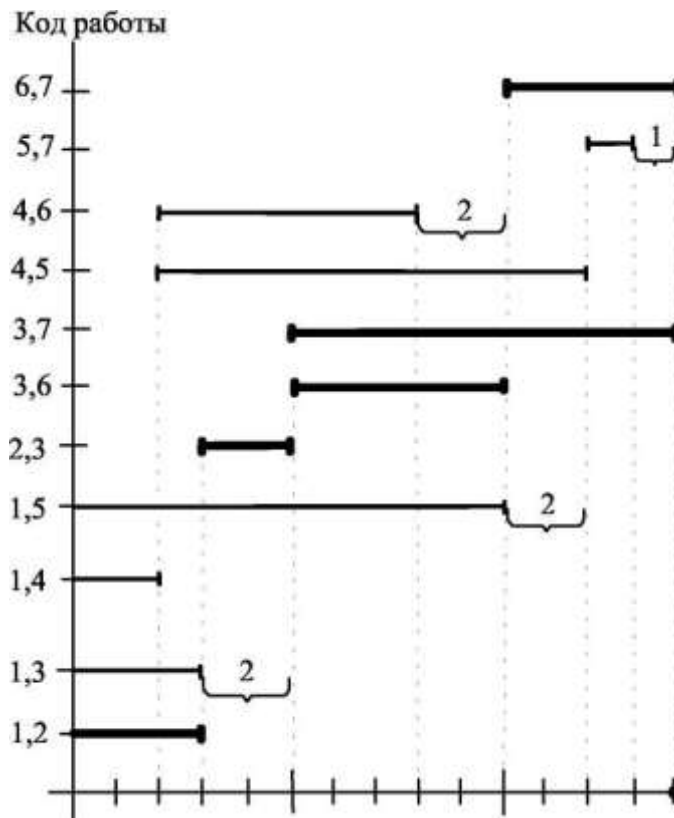

Рис. 19. График привязки
1) Построим график привязки (рис. 19).
2) Начнем поиск критических путей (справа налево) с работ, завершающих проект. На графике привязки (см. рис. 19) две работы (6, 7) и (3, 7), которые заканчиваются позже остальных в завершающем событии № 7. Записываем работы, определенные как критические справа налево.
1) Работа (5, 7), согласно графику привязки (см. рис. 19) заканчивается в 13-й день, а завершающее событие 7 сети, в которое она входит, наступает лишь в 14-й день. То есть, если работа (5, 7) задержится на 1 день, то это не повлияет на срок выполнения проекта ( $T_{кр} = 14$  дней). Поскольку (5, 7) – завершающая работа сети, то ее полный и свободный резервы равны  $R_n(5, 7) = R_c(5, 7) = 1$ .
в 1 день, то работу (1, 5) можно сдвинуть на 3 дня и это не нарушит сроков проекта (см. рис. 19), т. е.  $R_n(1, 5) = R_c(1, 5) + R_n(5, 7) = 2 + 1 = 3$ .
8) Ненулевые свободные резервы работ обозначены на графике привязки фигурными скобками (см. рис. 19).